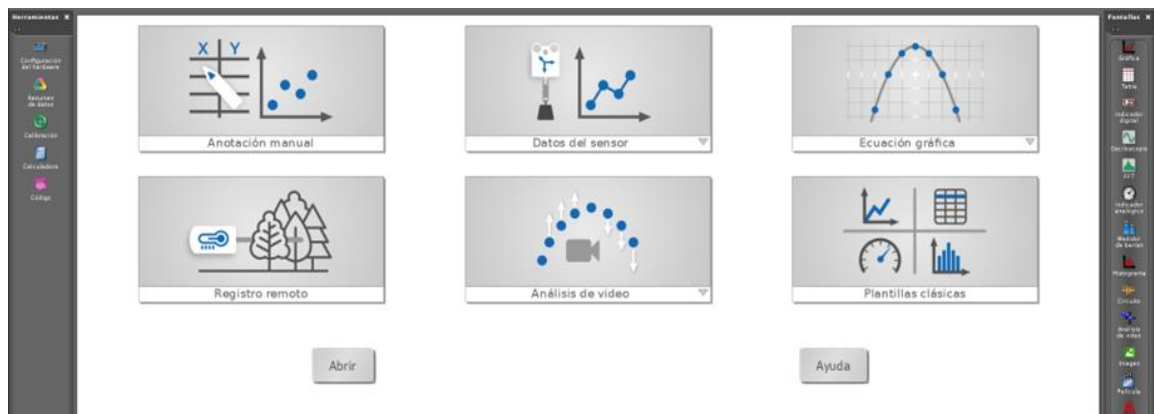

Figura 01: PASCO Capstone
- Ingrese al programa PASCO Capstone™, haga clic sobre el icono tabla y gráfica (Figura 01) y seguidamente reconocerá el sensor de temperatura previamente insertado a la interfase USB Link.